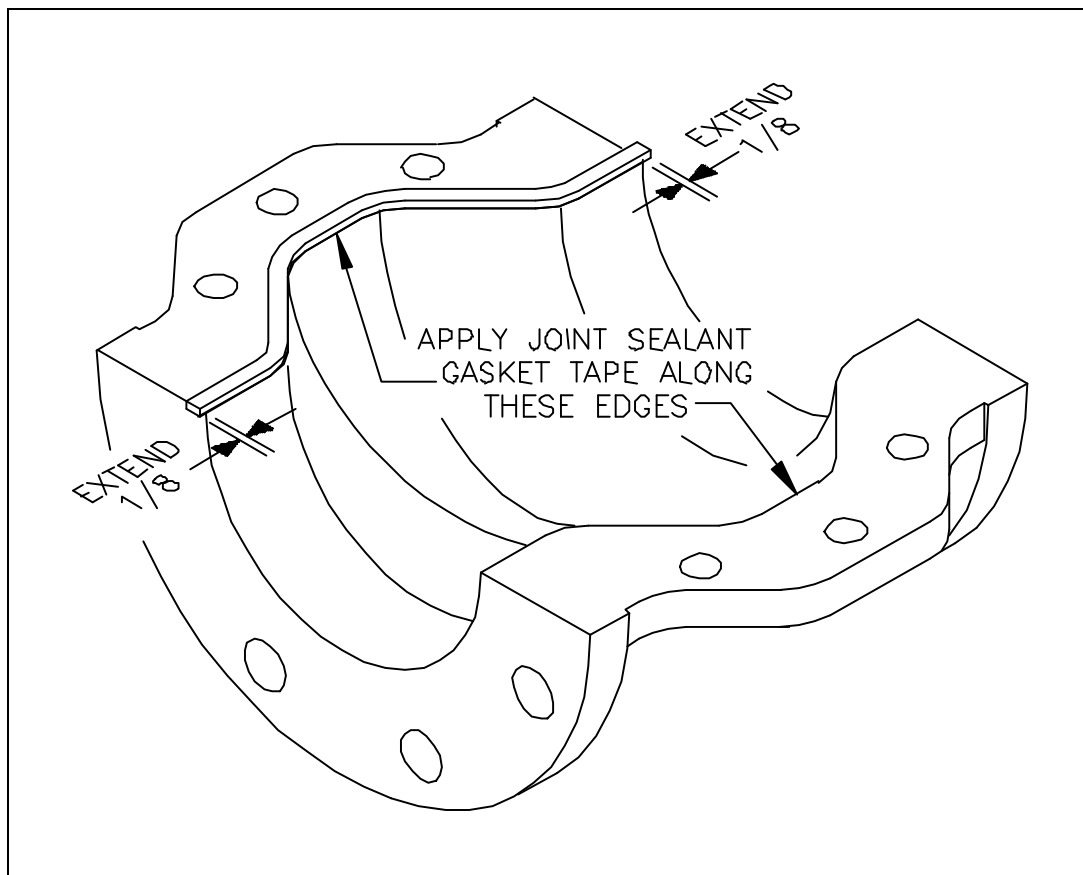

Figura 4-1: Aplicación de la junta selladora
PASO 3: Para la mayoría de los tamaños de válvulas, una junta de Teflón PTFE es más que suficiente para sellar el cuerpo. Es importante aclarar que la junta se aplica **A UNA SOLA MITAD** y debe cubrir el contorno perimetral de su borde interno, con una extensión de 1/8" mas allá del final de cada borde (ver figura 4-1). Consulte el listado de materiales incluido en los documentos de embarque de cada válvula para saber el tipo de material y ancho de la junta o bien refiérase a la tabla siguiente: